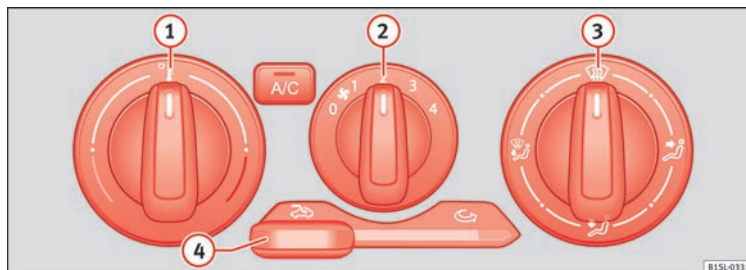

Fig. 38 Sur la console centrale supérieure : commandes du climatiseur manuel et du système de chauffage et d'air frais.
Désactivation	Se désactive en tournant le bouton de réglage central ② à la position 0 » fig. 38.
Température	Le bouton de réglage rotatif gauche ① » fig. 38 permet de régler la température.
Ventilateur Le bouton de réglage rotatif central ② » fig. 38 permet de régler la vitesse du ventilateur.
Distribution de l'air	Le bouton de réglage rotatif droit ③ » fig. 38 permet de régler la répartition de l'air
Éliminer le gel du pare-brise Le bouton de réglage rotatif droit  » » » fig. 38 permet d'éliminer le gel du pare-brise le plus rapidement possible et de désembuer ce dernier (fonction de dégivrage/désembuage).
Recyclage de l'air ambiant Le bouton de réglage déplaçable  » » » fig. 38 permet d'activer et de désactiver le recyclage de l'air ambiant » » » page 140.